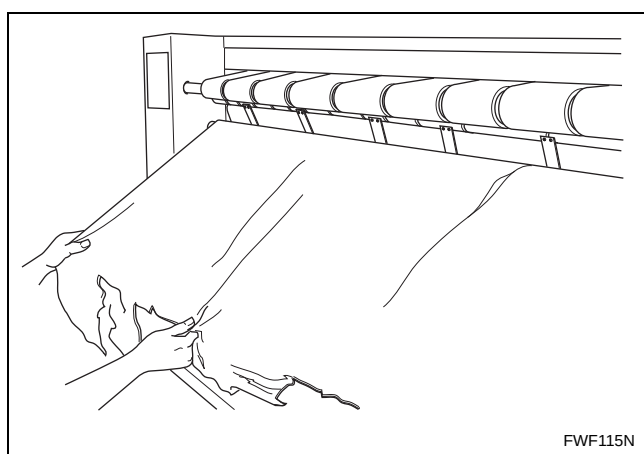

Figura 18
- e. Remova o papel protector por completo. Consulte a *Figura 18*.